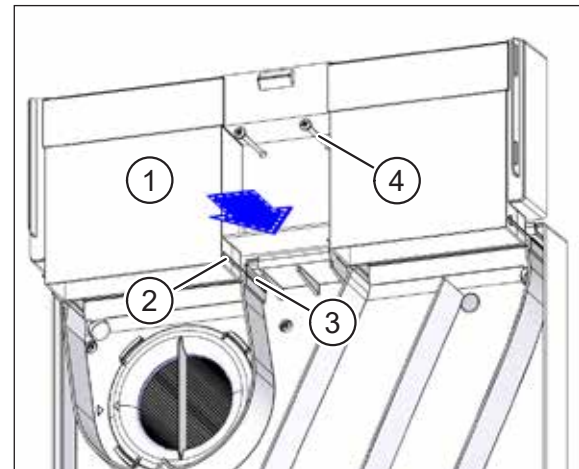

Abb. 43: Kanaladapter einsetzen und anschrauben
- ▶ Setzen Sie den Kanaladapter (Pos. 1 in Abb. 43) so an, dass die Nasen (Pos. 2 in Abb. 43) mit den Aufnahmen (Pos. 3 in Abb. 43) am Lüftungsgerät fluchten.
- ▶ Markieren Sie die Bohrungen für die beiden Kreuzschlitzschrauben 4 x 40 (Pos. 4 in Abb. 43) an der Wand.